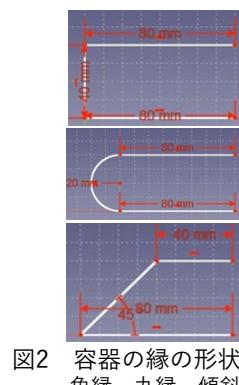

図2 容器の縁の形状
- 3Dプリンターで縁に溝のある（図1、図2）なしの容器を作製